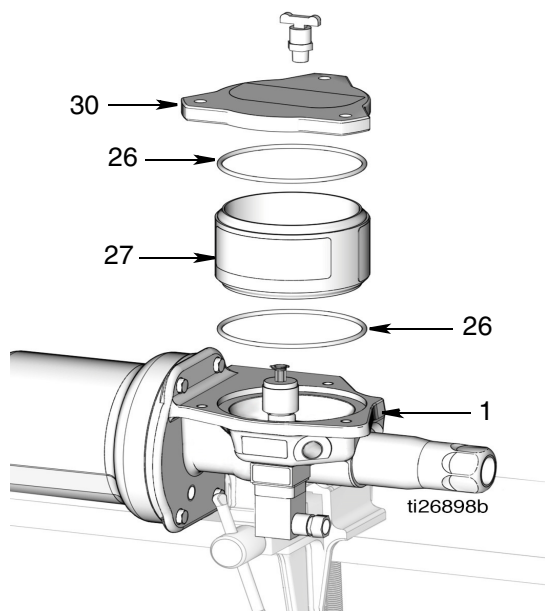

Рис. 17
12. Снимите резервуар (27) с основания насоса (1) (Рис. 17). В случае замены уплотнительных колец круглого сечения для резервуара (26), снимите крышку и извлеките уплотнительные кольца круглого сечения из резервуара. Для надлежащей утилизации утилизируйте уплотнительные кольца круглого сечения в соответствии со всеми правовыми нормами.